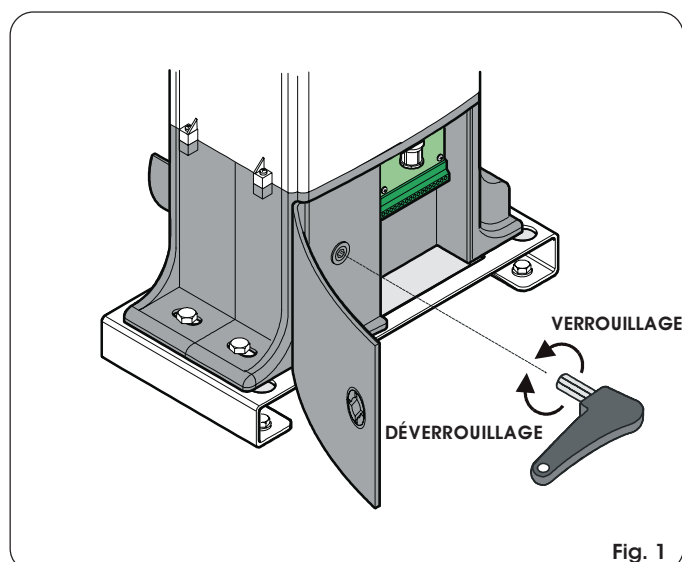

Fig. 1
- Extraire la clé fournie rangée à l'intérieur du capot; l'introduire dans le système de déverrouillage spécifique et la tourner dans le sens des aiguilles d'une montre jusqu'à la butée mécanique (Fig. 1).
- Tourner la clé de déverrouillage dans le sens inverse des aiguilles d'une montre jusqu'à la butée mécanique (Fig. 1).